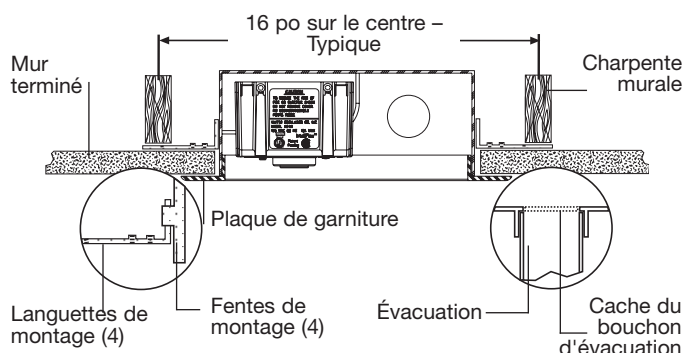

Figure 7
4. Installez les quatre languettes de montage fournies dans les logements situés de part et d'autre de l'armoire murale (Figure 7).
5. Positionnez l'A2C-WB-M1 entre deux poteaux muraux, comme indiqué dans la Figure 7. Vérifiez le niveau et attachez les languettes de montage sur les poteaux.